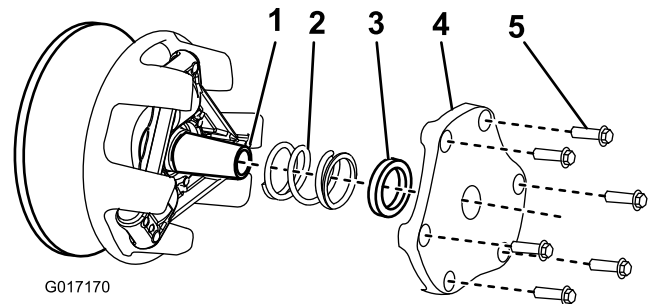

図 61
4. カバー、スペーサ、スプリングは脇において置く図 61。